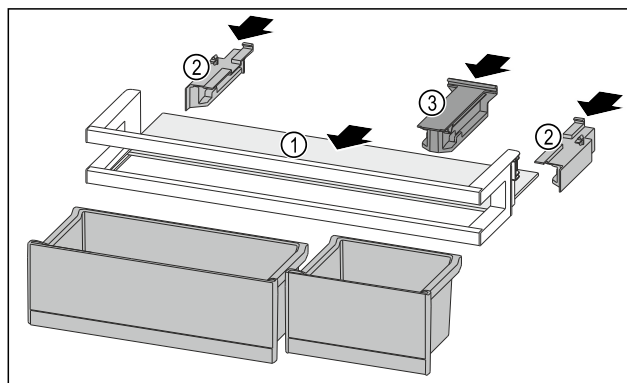

Fig. 254
- Futni raftin mbajtës Fig. 254 (1) në folëtë anësore.
- Vendosni pjesët anësore Fig. 254 (2).
- Vendosni pjesën mbajtëse Fig. 254 (3).